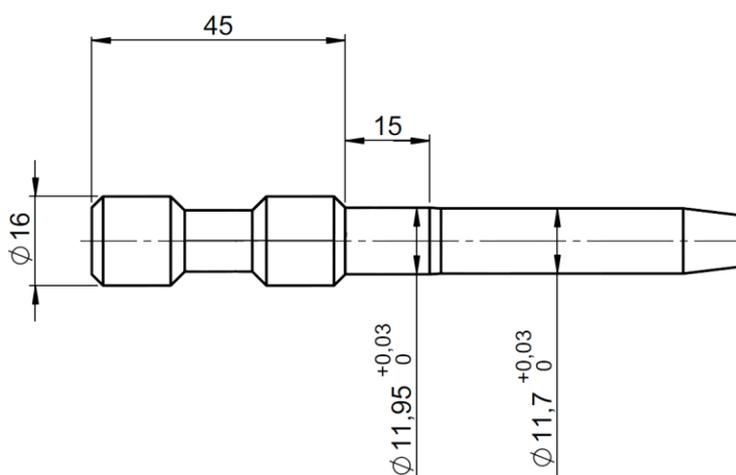

Figura 24: Pino de alinhamento
2. Para um correto alinhamento das ponteiras, utilize um pino com $\varnothing 11,95$ e $\varnothing 11,7$ (conforme mostra a figura 24) para fixar a posição da ponteira do eixo através do encaixe do fundido fixo, como mostram as figuras a seguir: